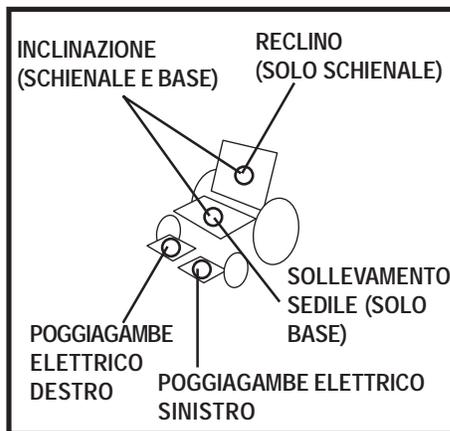

Figura 6. Selezione attuatore
La centralina Remote Plus può controllare cinque attuatori mediante il tasto di modalità e il joystick. L'attuatore attivo è indicato da un LED corrispondente illuminato. Vedere figura 6.
3. Spingere il joystick verso destra per selezionare gli attuatori disponibili. Gli indicatori degli attuatori visualizzeranno quale attuatore è attivato. Vedere figura 6.